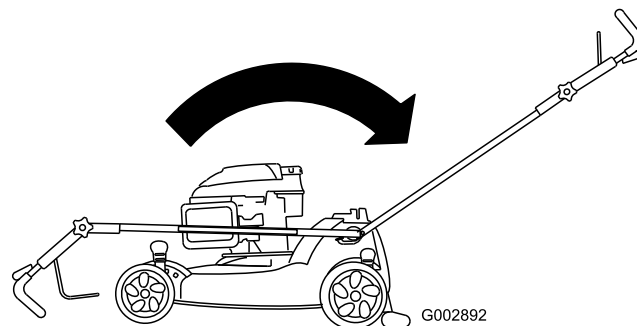

Figura 54
2. Mueva el manillar a la posición vertical (Figura 54).